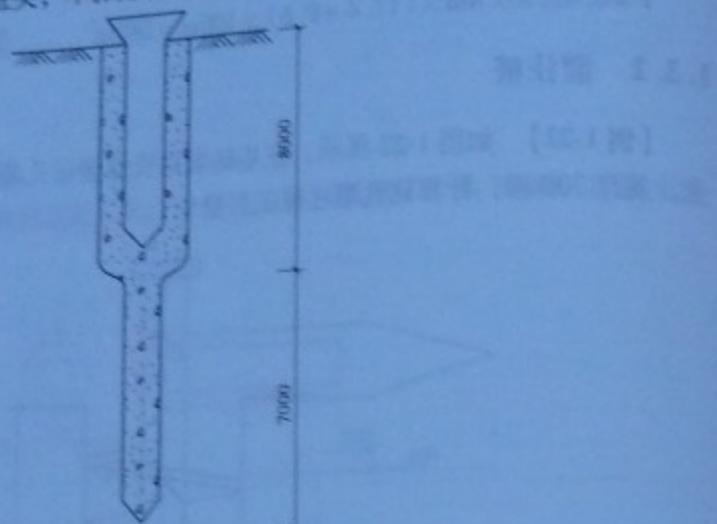

图 1-23 复打灌注桩
**【例 1-23】** 如图 1-23 所示, 现场打孔灌注混凝土桩, 桩长 15m, 钢管管箍外径 377mm, 采用振动打桩机施工, 土质为二级土, 共计 100 根, 设计要求 1 次, 复打深度为 8m, 计算打桩工程量。